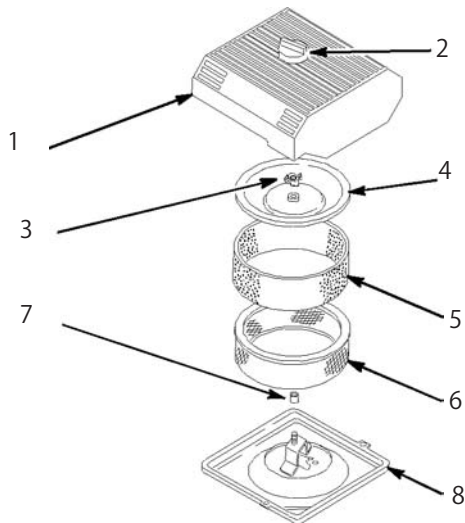

図28
3. エア・クリーナを外したときエンジン内部に異物が入らないよう、周辺をきれいに拭く(図28)。
4. エア・クリーナのカバーのノブをゆるめてカバーを外す(図28)。
5. ペーパー・エレメントからスポンジ・エレメントを注意深く取り外す(図28)。
6. カバー・ナットを外し、カバーとペーパー・エレメントを外す(図28)。
1. ペーパー・エレメントにスポンジ・エレメントを注意深く取り付ける(図28)。
3. カバー・ナットを取り付けて指締めする(図28)。